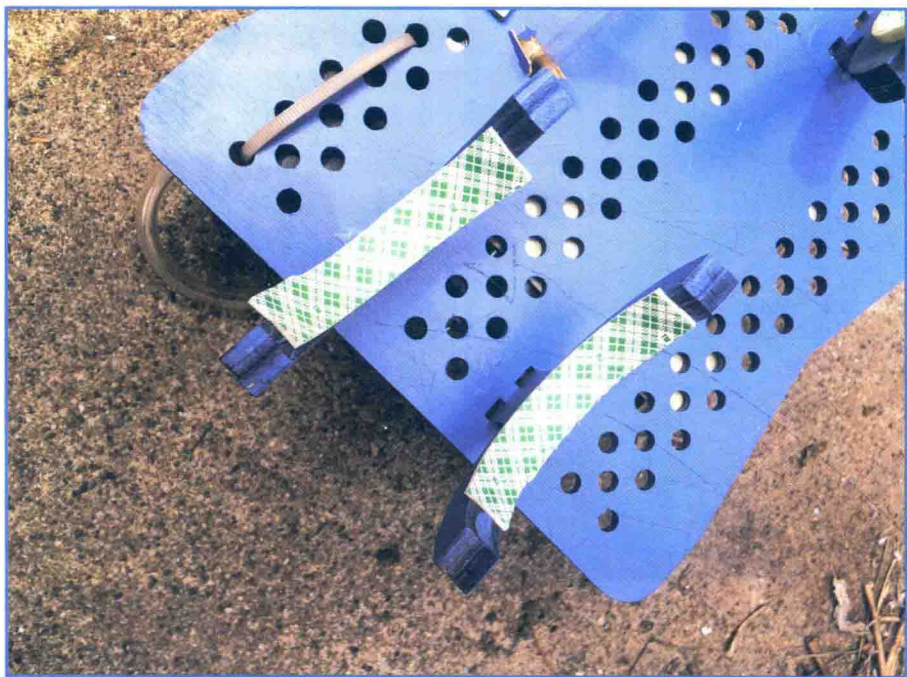

图 11.23 在瓶架上使用双面胶带
- 11.** 无人机五金件制作的最后一步是用双面胶带将汽水瓶固定在艇体上，如图 11.23 所示。简单地沿着瓶架内部缠绕胶带即可。